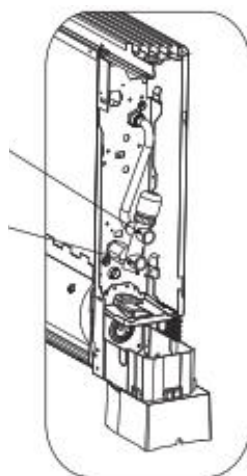
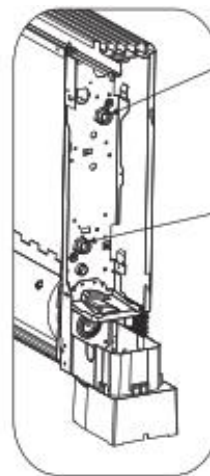

fig. 16
Fig. 17
4.4.1 Reportez-vous aux fig.16 et fig.17 pour connecter les lignes d'entrée et de sortie.